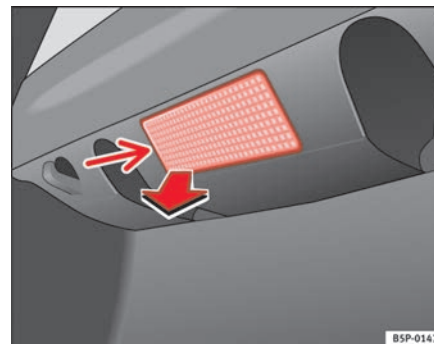

Abb. 198 Gepäckraumbeleuchtung
- Das Lampenglas der Glühlampe durch Druck mit einem Schraubenzieher auf dessen Unterkante -Pfeil- abnehmen ⇒ Abb. 198. ►